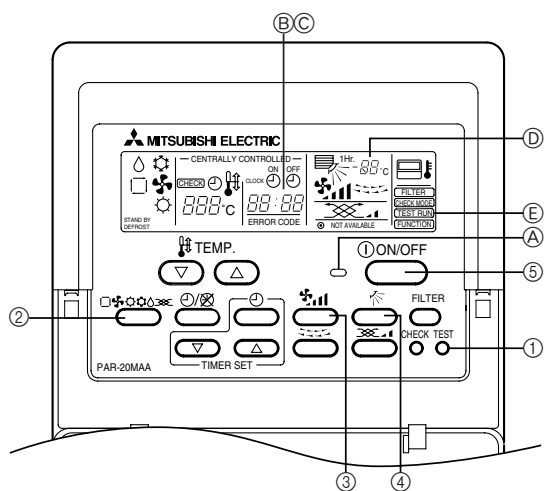

Fig. 6-1
6. Prova di funzionamento (Fig. 6-1)